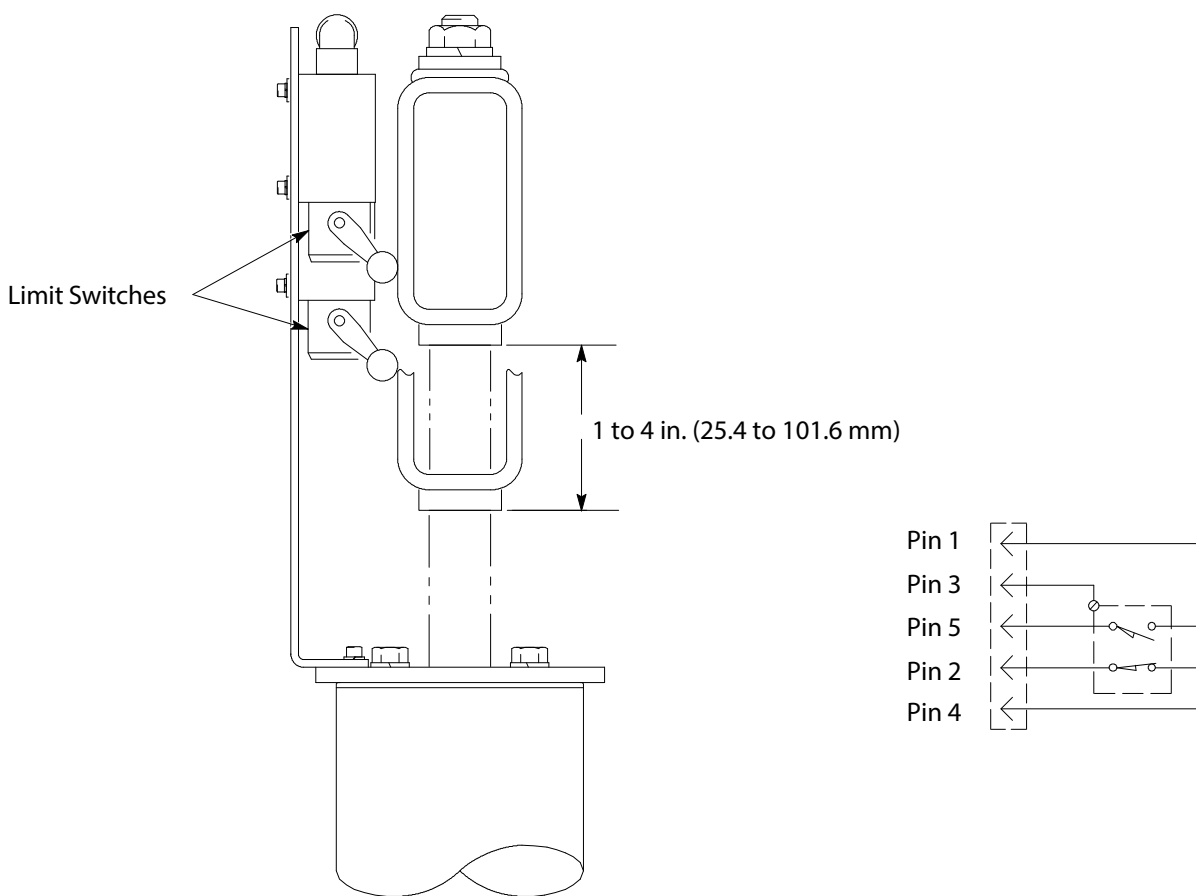

Fig. 11
1. Para parar el sistema, cierre la válvula de cierre de aire principal (vea Fig. 11) hacia la unidad de suministro.
- a. Abra la válvula de cierre de aire principal hacia la unidad de suministro (vea Fig. 11).
2. Baje el émbolo completamente configurando el interruptor de POSICIÓN DEL ÉMBOLO (A) en BAJAR. Deje el interruptor en posición BAJAR.
3. Abra la puerta de la caja de control neumático (E).
4. Ajuste la presión de aire a 0 psi para el regulador de ÉMBOLO ABAJO. Remítase al medidor del Regulador de émbolo abajo (Fig. 11) y el Regulador R3 para verificar que se haya despresurizado el émbolo.
5. Abra lentamente el grifo de purga de la parte inferior de los cilindros de aire (D).